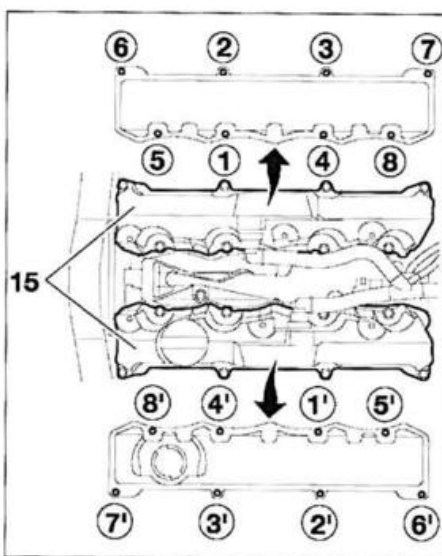

FIG. 29
- Montar las tapas de culata (15) (Fig.29).